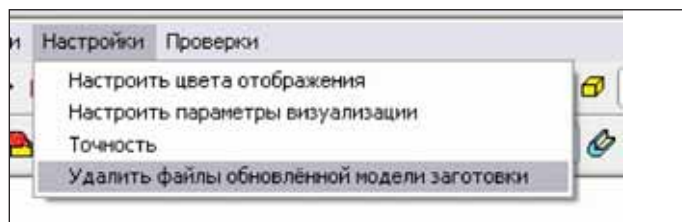

Рис. 7
*заготовки* в меню настройки *Solid Verify* (рис. 7).